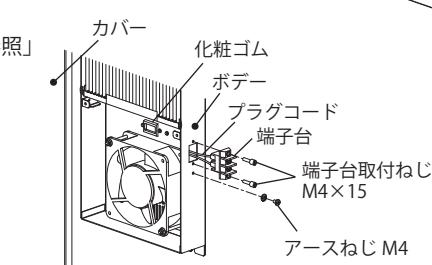

図6 電源端子台の位置変更①
- 端子台取付ねじ M4×15(2カ所)、アースねじ M4(1カ所)をゆるめて、端子台、アースねじを取り外してください。また、端子台からプラグコードを取り外してください。(図6)